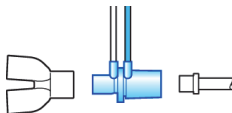

Рисунок 6-7. Установка неонатального датчика потока
1. Установите его между У-образным коннектором дыхательного контура и пациентом (рис. 6-7).